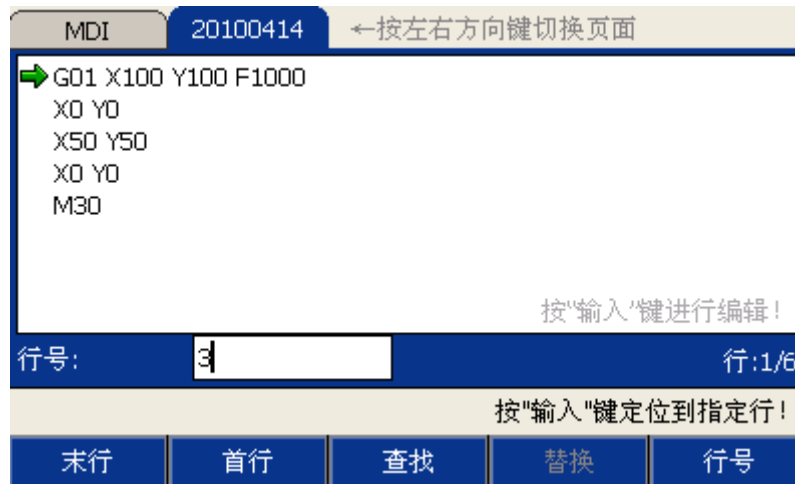

图 4-13
- 2) 按“行号”按钮，在如图 4-13 所示的输入框内输入行号。